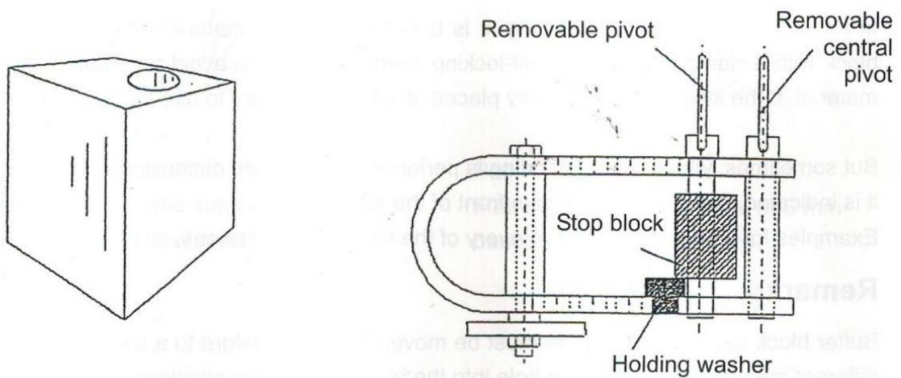

Figur 1. Montering av bockningsfäste på basen.
1. Montera bockningsfästet på basen med hjälp av komponenterna som visas i figur 1.